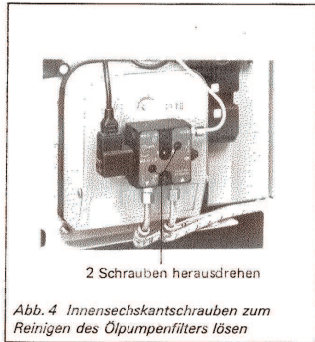
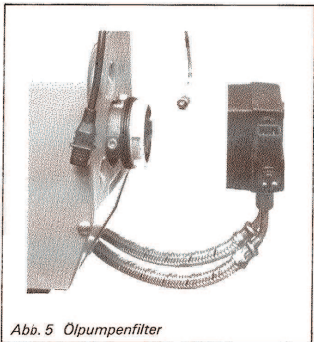

Abb. 4 Innensechskantschrauben zum Reinigen des Ölpumpenfilters lösen
Abb. 5 Ölpumpenfilter
- 10.0 Zum Öffnen der Ölpumpe die beiden in Abb. 4 gekennzeichneten Innensechskantschrauben lösen, und das Pumpengehäuse abziehen (Abb. 5).